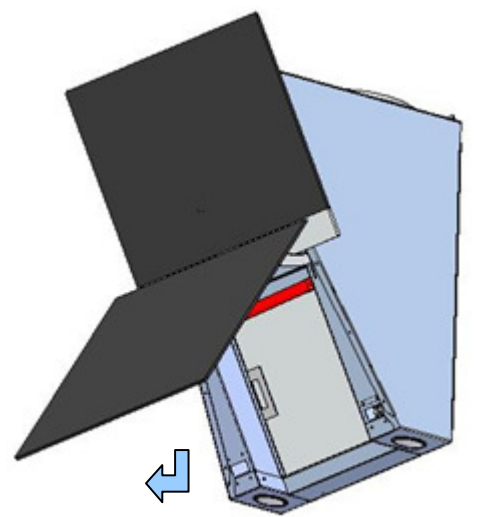

Рис. 5
- Открыть стекло, потянув его за нижнюю кромку к себе (рис. 5).
2. Открыть стекло, потянув его к себе за нижнюю кромку (рис. 5).